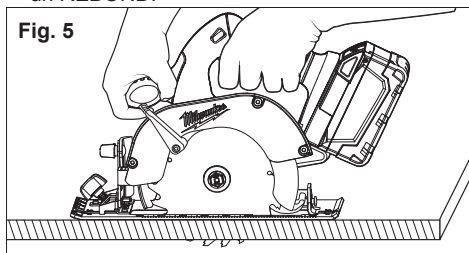

Fig. 5
4. Tout en découpant, maintenir le patin plat contre la pièce de travail et maintenir une prise ferme (Fig. 5). Ne pas forcer la scie à travers la pièce de travail. Le fait de forcer une scie peut provoquer un REBOND.